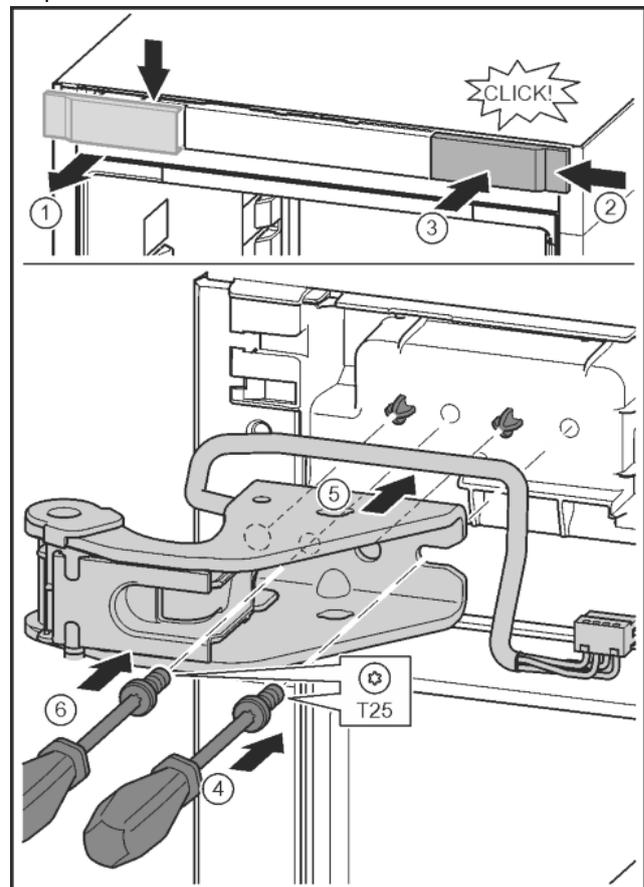

Fig. 28
- ▶ Отпустить крышку и снять сбoku. Fig. 28 (1)
- ▶ Навесить крышку, повернув ее на 180°, справа с другой стороны. Fig. 28 (2)
- ▶ Крышку зафиксировать. Fig. 28 (3)
- ▶ Установить винт отверткой T25. Fig. 28 (4)
- ▶ Установить верхний опорный кронштейн. Fig. 28 (5)
- ▶ Затянуть винт. Fig. 28 (4)
- ▶ Вставить и затянуть винт отверткой T25. Fig. 28 (6)